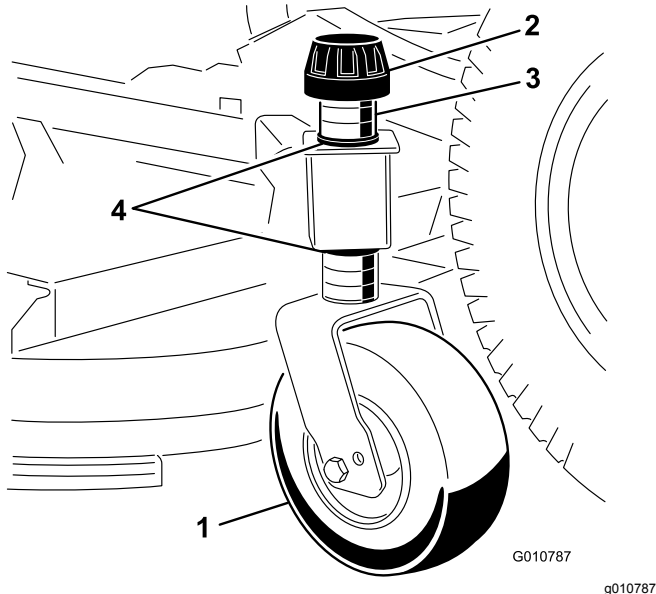

図 10
1. ゲージホイールをカッティングデッキのブラケットに固定しているテンショニングキャップを外す 図 10。